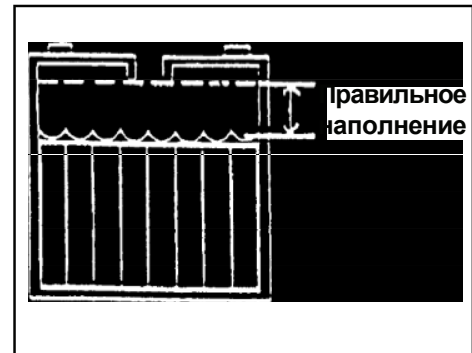

Рисунок 4
1. Держите электролит на правильном уровне. Правильный уровень - это положение на 1/2 см ниже дна трубки в каждой секции и выше верхней части пластин. Каждый раз перед зарядкой батарей проверяйте уровень электролита (смотрите рис. 4).